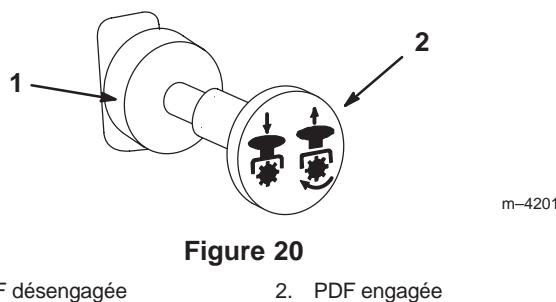

Figure 20
3. Tirez sur la commande de prise de force (PDF) pour l'engager (Fig. 20).
1. Repoussez la commande de PDF pour la désengager (Fig. 20).